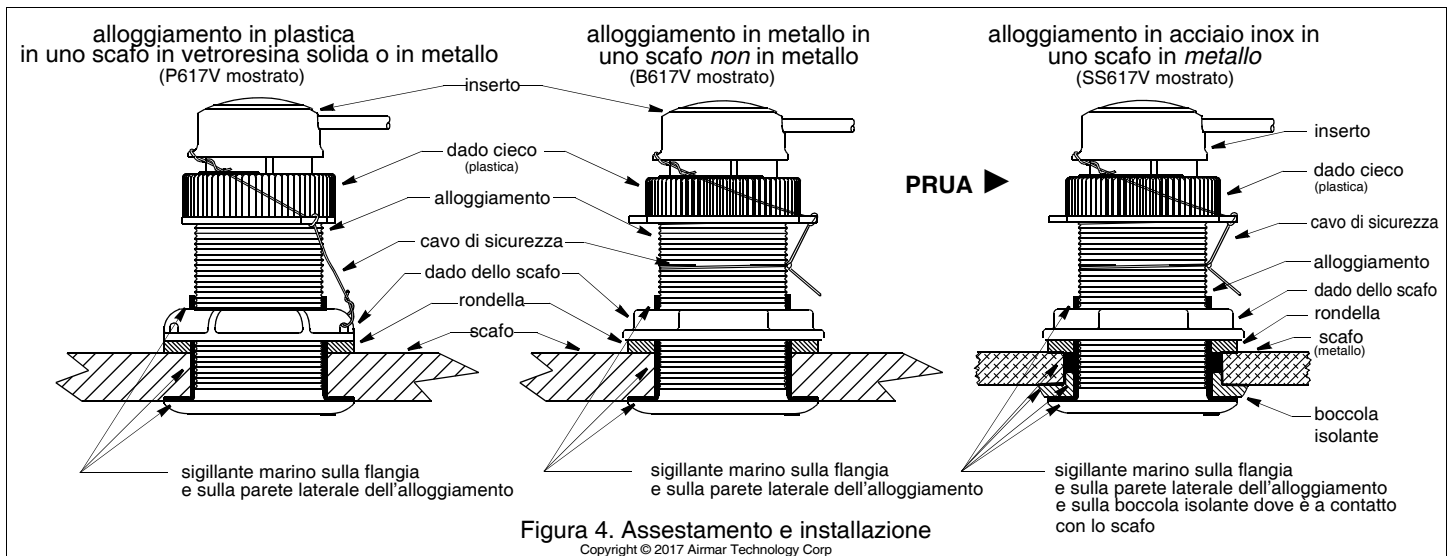

Figura 4. Assestamento e installazione
Applicate uno strato di sigillante marino spesso 2 mm (1/16") intorno alla flangia dell'alloggiamento a contatto con lo scafo e lungo la parete laterale dell'alloggiamento. *Il sigillante deve coprire una superficie più spessa di 6 mm (1/4") rispetto alla somma degli spessori di scafo, rondella e dado dello scafo* (Figura 4). In questo modo il sigillante marino nelle filettature sigillerà lo scafo e manterrà il dado dello scafo fisso nella sua posizione.
1. Dall'esterno dello scafo, spingete l'alloggiamento nel foro di montaggio applicando un movimento rotatorio per spremere fuori il sigillante in eccesso (Figura 4).
2. Togliete l'inserto dall'alloggiamento rimuovendo il cavo di sicurezza e svitando il dado cieco (Figura 4). In questo modo solleverete l'inserto. Rimuovete l'inserto tirandolo lentamente. Sostituitelo facendo scivolare l'otturatore nell'alloggiamento.